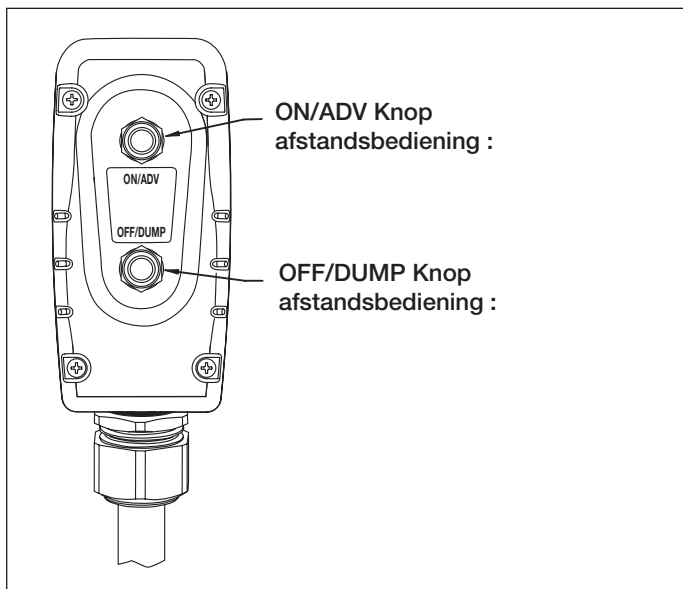

Figuur 6, Pompcontrolepaneel
5.1 Pomp Aan-Uit Schakelaar (zie Figuur 6)
4. Sluit het apparaat op de netspanning aan. Beweeg de aan-uit schakelaar naar de AAN-positie. Zie figuur 6.